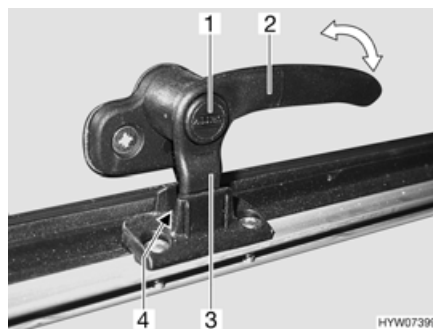
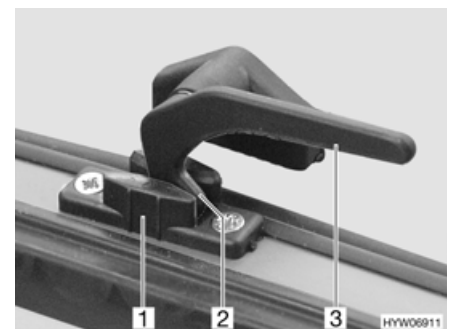

Bild 97 Låsarm med låsknapp i läget "kontinuerlig vädning"
Bild 98 Låsarm i läget "kontinuerlig vädning"
- I läget "kontinuerlig vädning" (Bild 97 och Bild 98)
- Tryck på låsknappen (Bild 97,1) om sådan finns och håll den nedtryckt.
- Sväng låsarman (Bild 97,2 eller Bild 98,3) ett kvarts varv mot fönstrets mitt.
- Vrid tillbaka låsarmen. Därvid måste låsarmens låsspak (Bild 97,3 eller Bild 98,2) föras in i spåret på fönsterlåsen (Bild 97,4 eller Bild 98,1).
- Släpp låsknappen (Bild 97,1) om sådan finns.